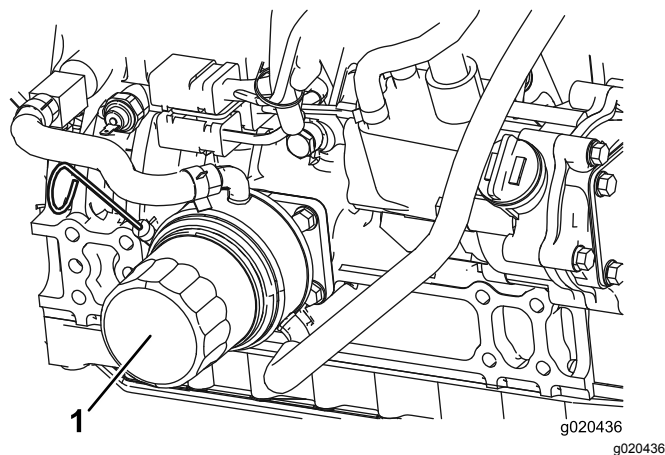

Figura 76
2. Togliete il filtro dell'olio (Figura 76). Applicare un velo di olio pulito sulla tenuta del nuovo filtro prima di avvitare. **Non serrare troppo.**